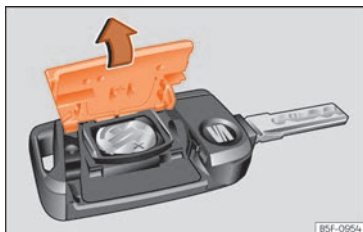

Fig. 88 Chiave del veicolo: aprire il coperchio del vano della batteria.
- Togliere il coperchio della parte posteriore della chiave del veicolo » » fig. 88 nella direzione indicata dalla freccia » » ❶.
- Collocare il coperchio come illustrato » » fig. 88 e inserirlo nel vano batteria nella direzione contraria a quella indicata dalla freccia.